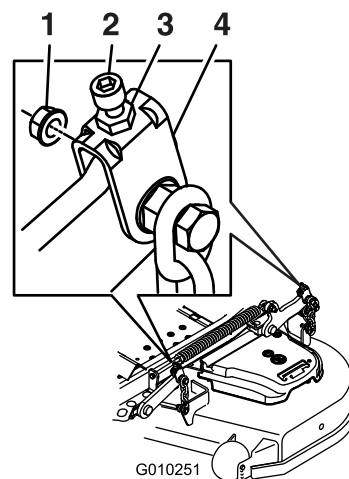
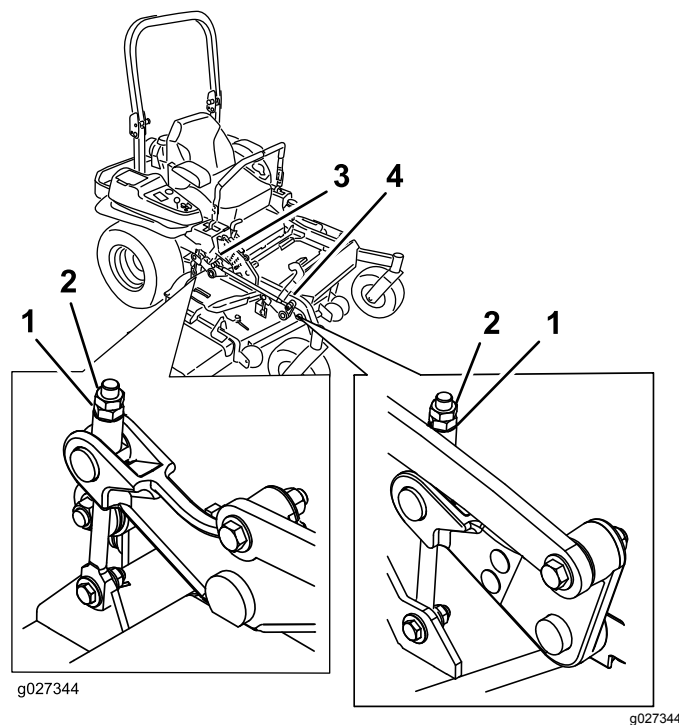

Figura 106
Figura 107
10. Gire la tuerca de ajuste del conjunto de elevación de la carcasa delantera para modificar la altura (Figura 106 o Figura 107).
16. Gire el tornillo de ajuste hasta obtener una altura de 8.3 cm ($3\frac{1}{4}$ ") (Figura 107).